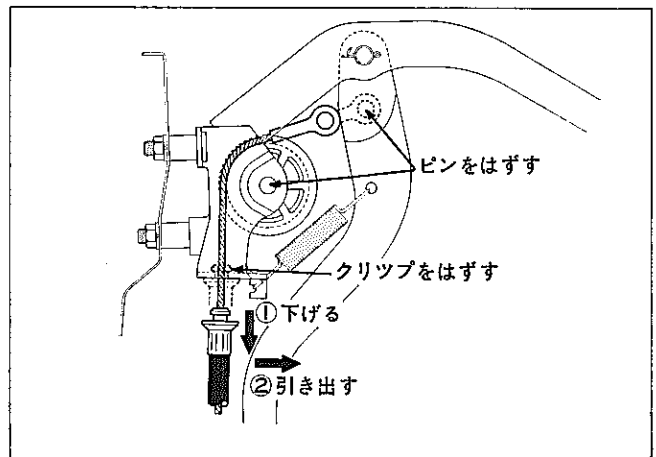

図13-134 パーキング ブレーキ ケーブル取りはずし
(3) クリツプを取り、ナット②をゆるめ、パーキング ブレーキ イコライザ ③ からケーブル No.1 を切り離す。(図13-134参照)
(4) 次の部品を切り離し、パーキング ブレーキ コントロール ハンドル ASSY を取りはずす。
- ① ヒューズ ボックス オープニング カバー
- ② インストルメント フィニツシユ ロワー パネル